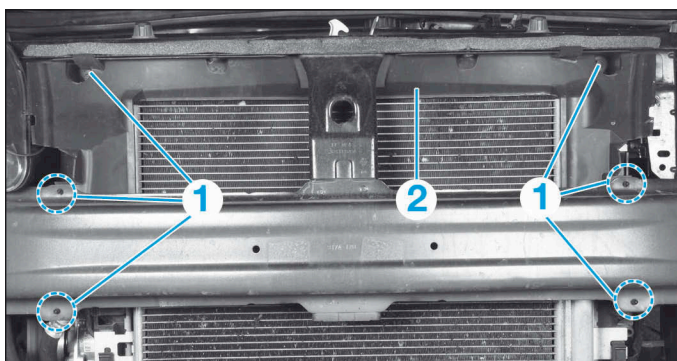

FIG.24
- Déposer (**Fig.24**) :
- les vis (1) du déflecteur d'air,
- le déflecteur d'air (2).